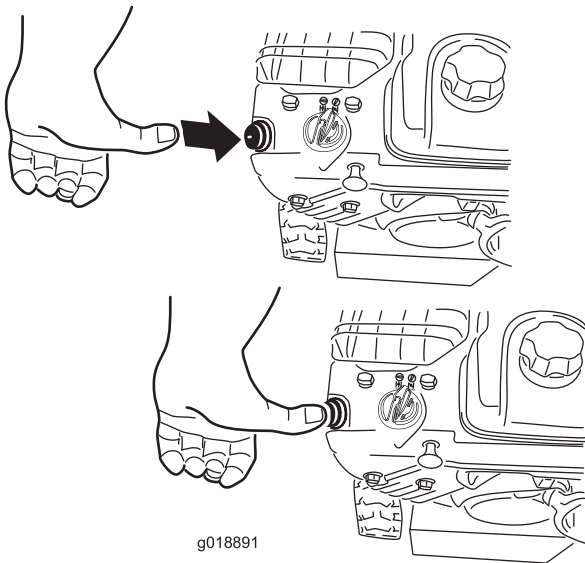

Figure 23
4. Appuyez fermement à 2 reprises sur l'amorceur avec le pouce (à partir de $-9\text{ }^{\circ}\text{C}$ [$15\text{ }^{\circ}\text{F}$]) ou à 4 reprises (en dessous de $-9\text{ }^{\circ}\text{C}$ [$15\text{ }^{\circ}\text{F}$]), en marquant une pause d'une seconde chaque fois (Figure 23).